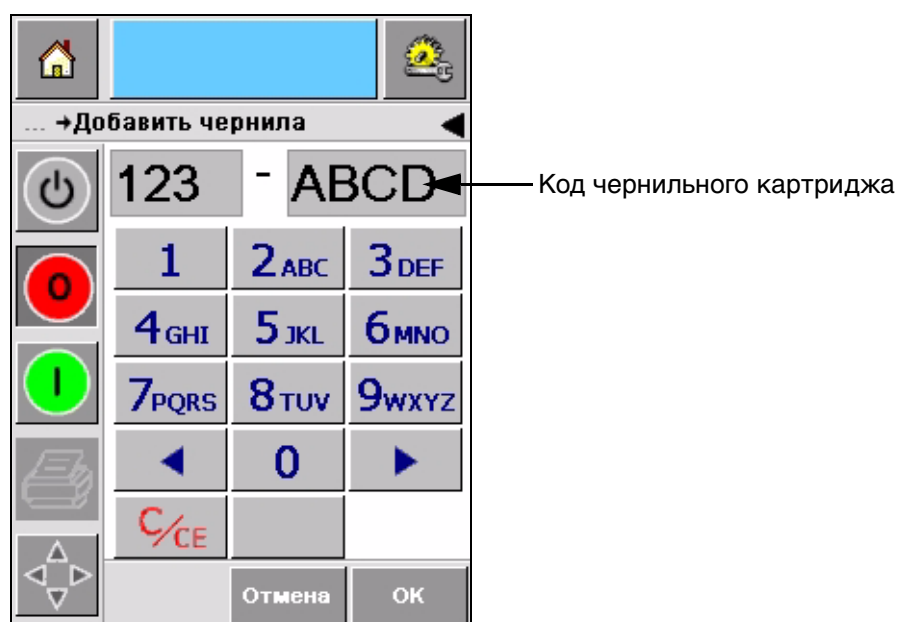

Рисунок 4-9: Код картриджа
- 3 Введите уникальный код картриджа, что находится на этикетке каждого картриджа (Рисунок 4-9 на странице 4-8) и коснитесь ОК пиктограммы.